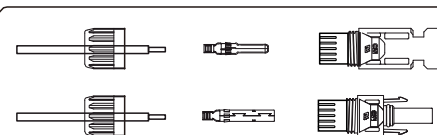

Bild 5.13 Demontera anslutningslockets mutter
1. Skala av likströmskabeln cirka 7 mm, demontera anslutningslockets mutter. (se bild 5.13)